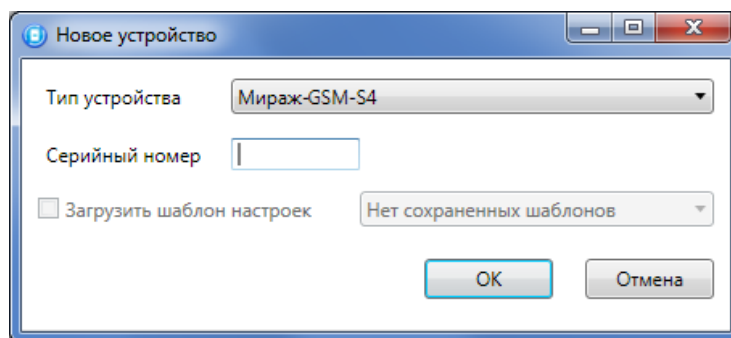

Рисунок 6.6 — Окно *Новое устройство*
- в открывшемся окне *Новое устройство* (см. рисунок 6.6):